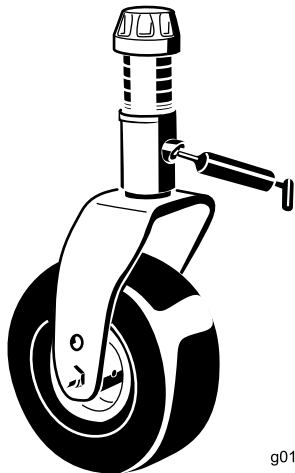

Figure 13
- Bagues d'axe de fourche de roue pivotante (4) (Figure 13)